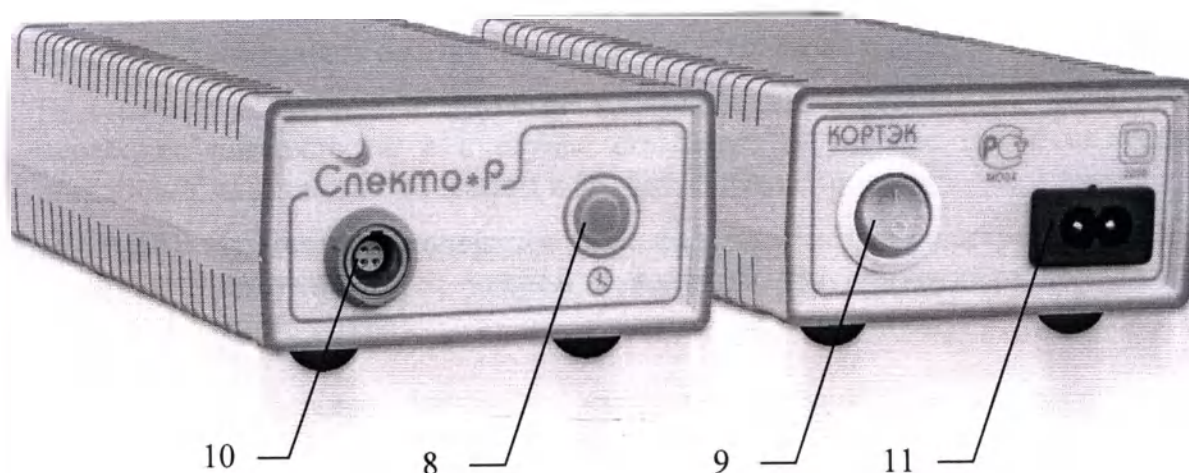

Рис. 3 Блок питания
5.2 Внешний вид блока питания и расположение его элементов – см. рис. 3